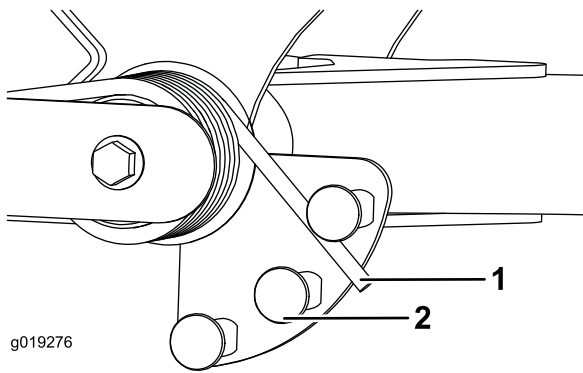

Bild 29
2. Stecken Sie ein Rohr oder ein ähnliches Objekt in das lange Federende und drehen Sie es um den Federaktuator in die gewünschte Stellung (Bild 29).